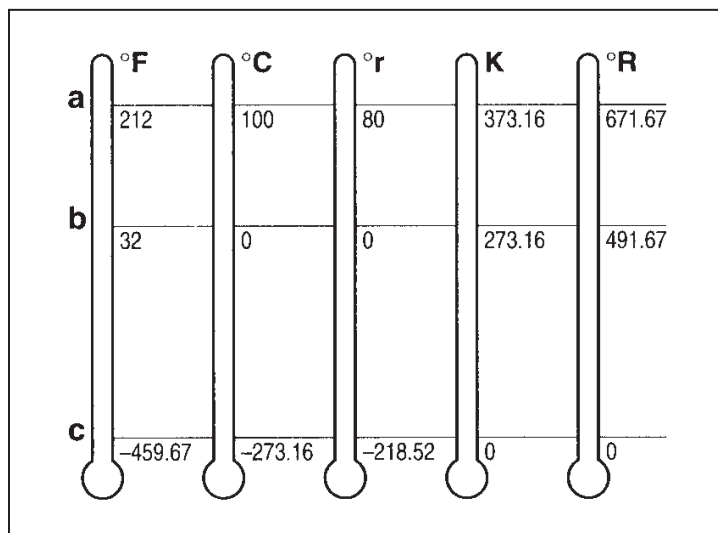

Fig. 11.13
La Fig.11.13 compare les différentes échelles de température : Fahrenheit (°F), Celsius (°C), Réaumur (°r), Kelvin (K) et Rankine (°R).